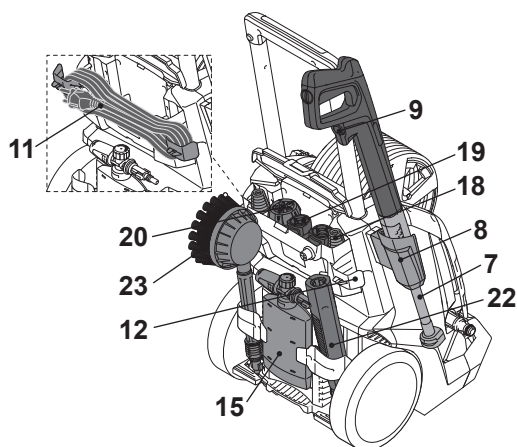

Fig. 17
Utilice el soporte del cable de alimentación (12) para guardarlo (11) (Fig. 17).
Utilice el soporte superior de la pistola de pulverización (8) para guardar la pistola (9) y la lanza de extensión (7) (Fig. 17).
Los accesorios (depósito de detergente (15), boquilla giratoria (18), adaptador de la boquilla giratoria (19), 5 en 1 (20), lanzacorta de extensión (22), cepillo giratorio (23)) pueden ser almacenados en la parte trasera del producto. (Fig. 17).